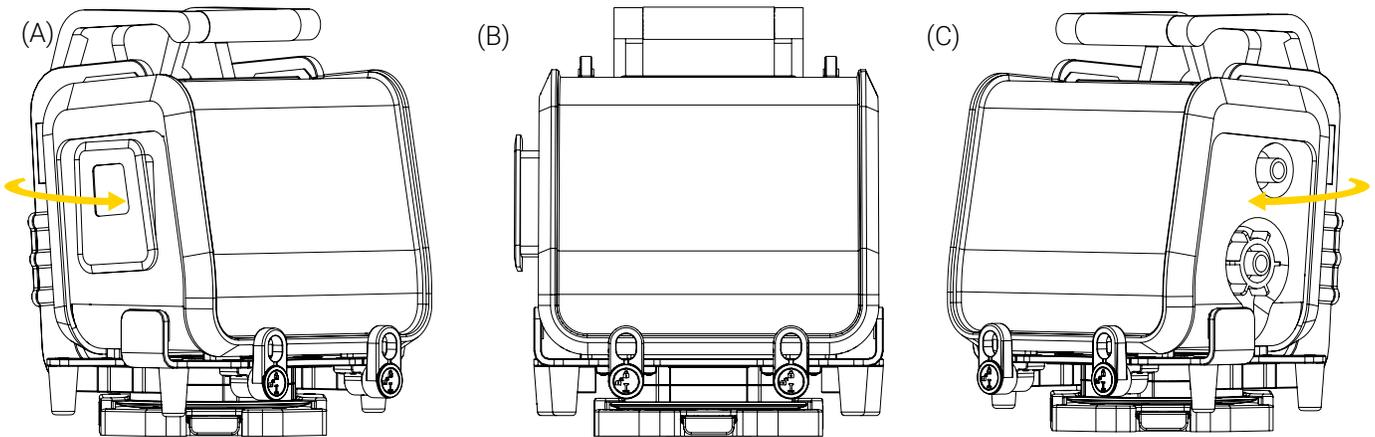

Figure 10: Rotation du support Bracket Pro Serie 60 - GR sur une Standard Surface Base
3. Tourner le support dans le sens horaire ou antihoraire, jusqu'à la position désirée (Figure 10).